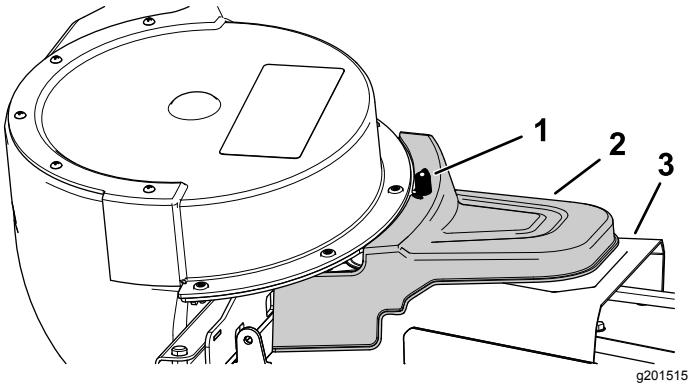

Bild 2
3. Entfernen Sie das in Bild 2 abgebildete Handrad.